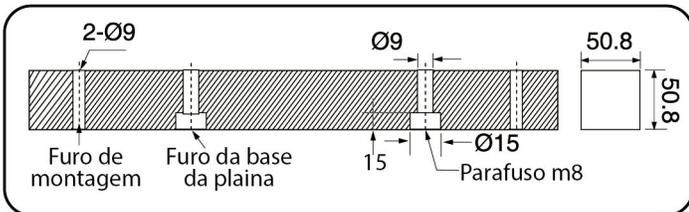

Fig.02
2) MONTAR A PLAINA NA BASE DE MADEIRA (Fig. 02 e 03)
- Use quatro parafusos compridos para montar a base da plaina na madeira. (Fig. 02)